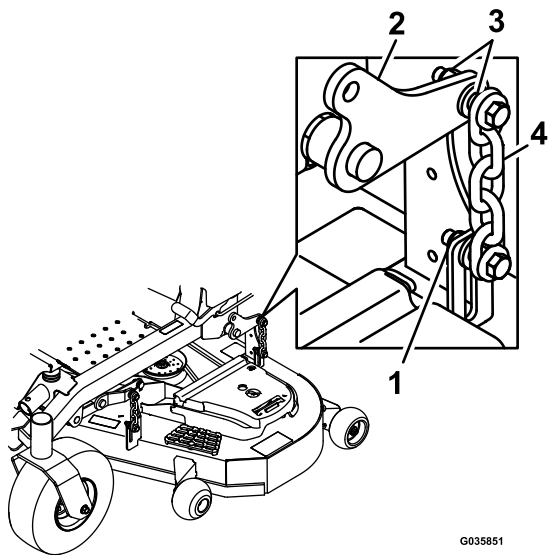

Figura 85
- 15. Desaperte as porcas de bloqueio nos 4 cantos de forma que a plataforma assente de forma segura nos quatro calços (Figura 85).